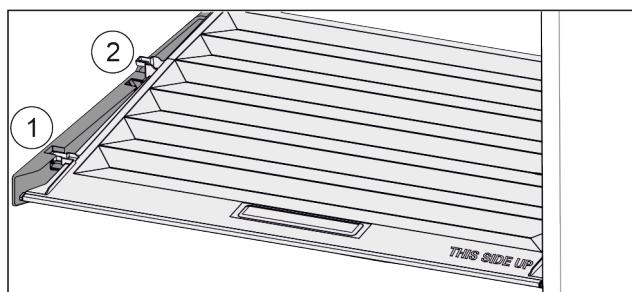

Fig. 150
- Veko potiahnite dopredu až k otvoru v prídržných dieloch Fig. 150 (1).
- Vzadu ho nadvihnite zospodu a zložte smerom nahor Fig. 150 (2).